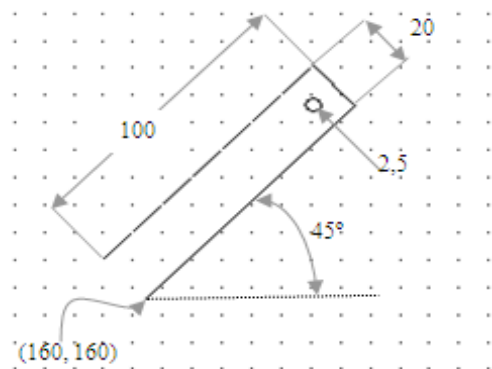

Рис. 1
3. Вызовите команду *Линия (Line)* в панели инструментов и постройте три отрезка, образующие фрагмент крестовины (рис. 1). Начните работу в точке с заданными координатами (160,160). При построении наклонных отрезков руководствуйтесь подсказками режимов *Полярное слежение* и *Полярная привязка*.